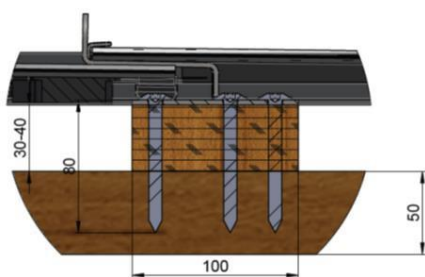

Abbildung 4 Befestigung und Verankerungstiefe
- Die Befestigung erfolgt an einem **innenliegenden Kreuzungspunkt** von Latte und Konterlatte mit den sechs mitgelieferten \varnothing 8mm Holzschrauben, siehe **Abbildung 4**.